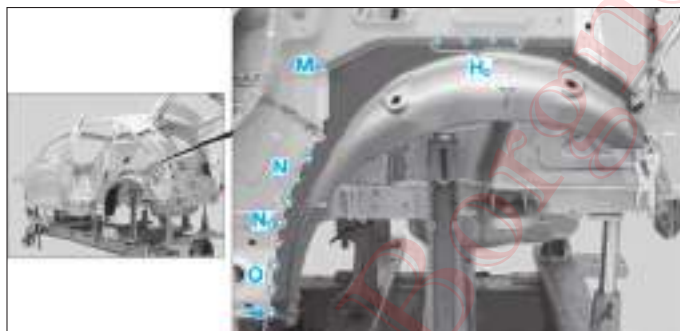

FIG. 109
- Percer des trous ($\varnothing$ 6,5 mm) sur le passage de roue extérieur dans les zones (H₂), (M), (N), (N₁) et (O) (Fig.109).